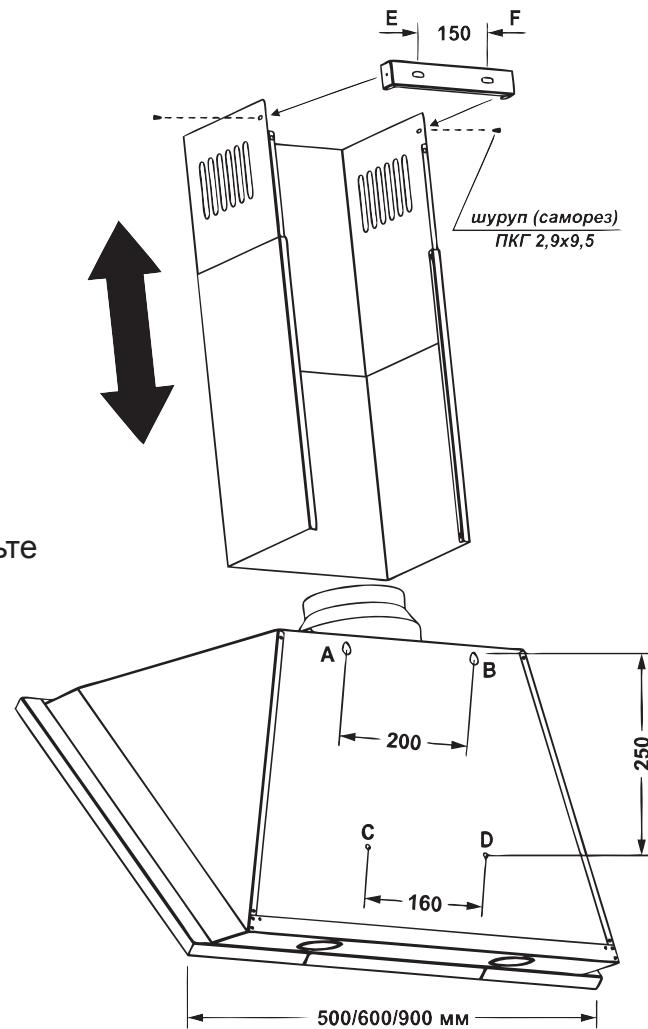

Рис.4
6.4 Перед тем, как приступить к сверлению отверстий под крепёжные изделия, необходимо произвести для них разметку на стене. Для этого изготовьте бумажный шаблон с координатами фигурных отверстий блока, приложите шаблон к стене на необходимой установочной высоте, которая указана выше, и выровняйте по уровню (рис.4).
планки 2 отверстия под крепление (точки E, F) (рис.4).
6.12 Установите внешнюю панель кожуха дымохода в пазы на корпусе вытяжки, а внутреннюю – поднимите вверх до совмещения отверстий крепления с планкой и соедините с боков 2-ма шурупами ПКГ 2,9x9,5 (рис.4).